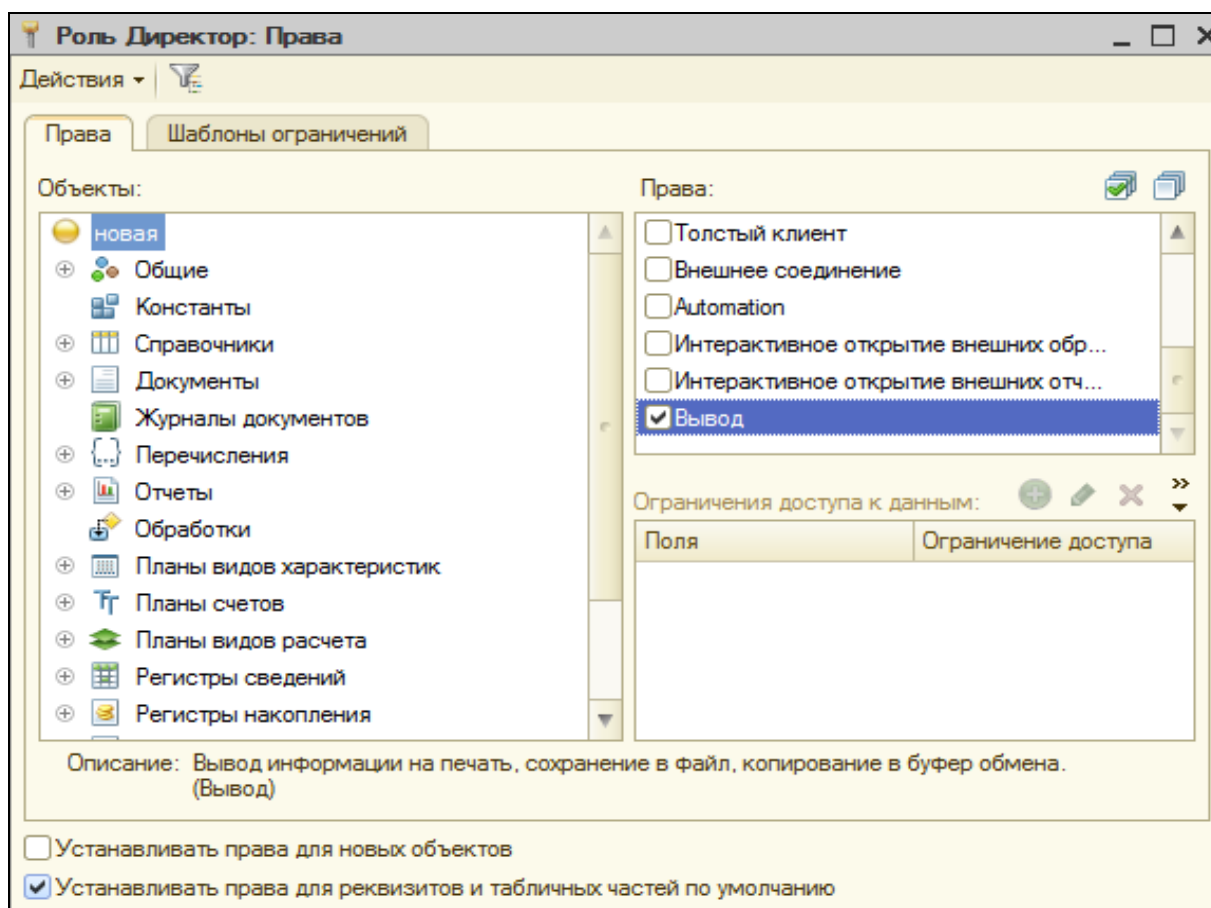

Рисунок 11.2 Окно редактирования прав для роли «Директор»
3. Создать роль директора. Установим право **Вывод** для всей конфигурации (рис.11.2).